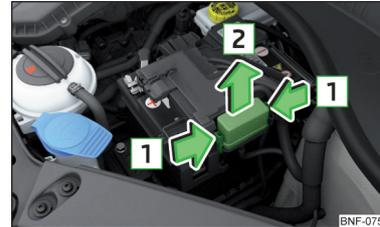

Abb. 139
Die Sicherungen befinden sich unter einer Abdeckung neben der Fahrzeugbatterie » Abb. 139.
- Die Verriegelungstasten **1** der Abdeckung » Abb. 139 gleichzeitig zusammendrücken.